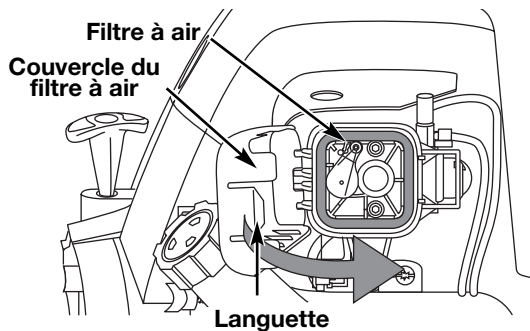

Fig. 31
8. Mueva la cubierta hacia la derecha hasta que la orejeta del filtro de aire calce en su lugar en la ranura de la placa posterior (Fig. 31).